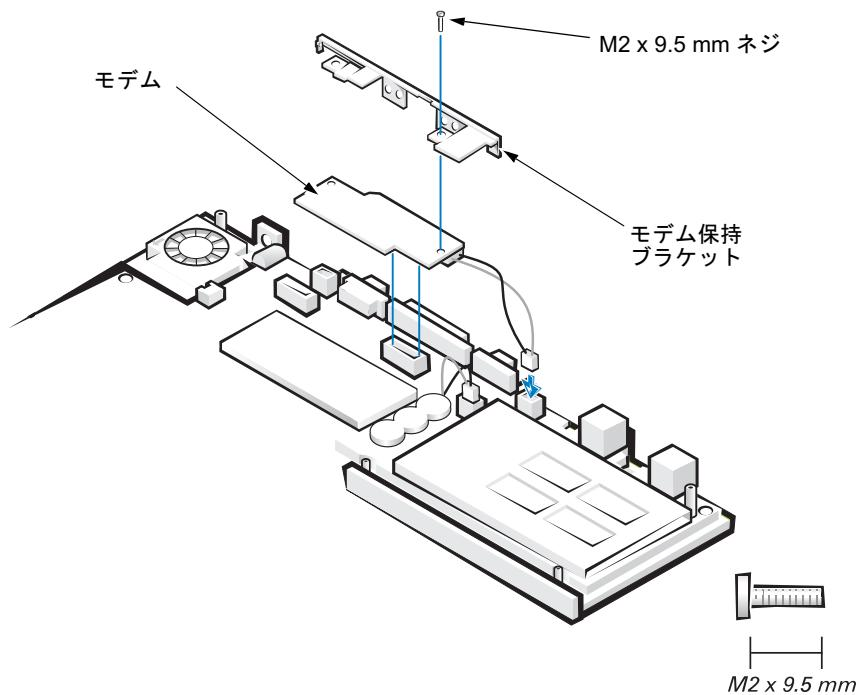

図 19 モデムの取り外し
7. モデム保持ブラケットおよびモデムをシステム基板に取り付けている M2 x 9.5 mm ネジを取り外します (図 19 参照)。